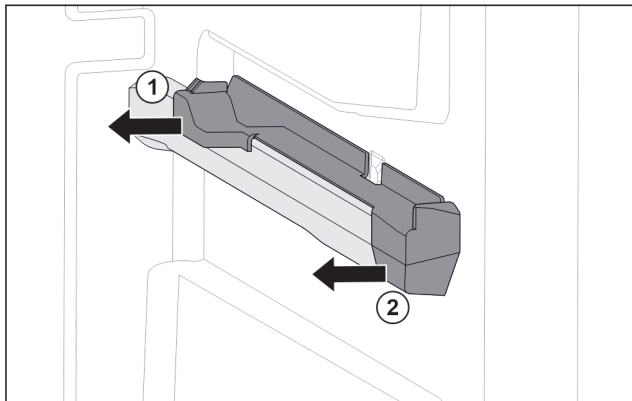

Fig. 84 Element nasadzany na prawym żebrze pojemnika
- ▶ Odciągnąć element nasadzany z tyłu w bok. Fig. 84 (1)
- ▶ Odciągnąć element nasadzany z przodu w bok. Fig. 84 (2)